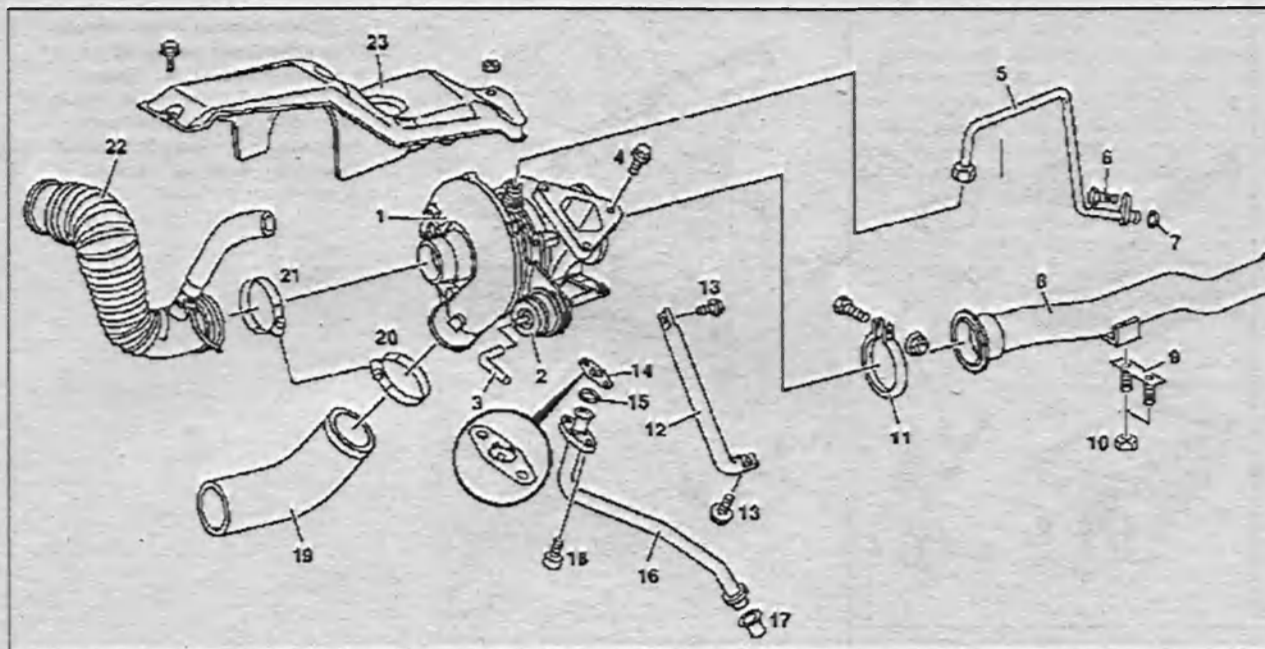

Рис. 3.47. Снятие и установка турбокомпрессора:
1. Снимите теплозащитный кожух 23 (рис. 3.47).